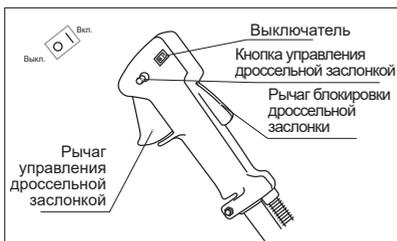

Рис. 10
5. Включите выключатель зажигания, расположенный на рукоятке управления, установив его в положение ВКЛ(I). Нажав на кнопку управления дроссельной заслонкой, нажмите на рычаг управления дроссельной заслонкой и зафиксируйте его в нажатом состоянии с помощью рычага блокировки (рис. 10).
1. Включите зажигание с помощью выключателя, расположенного на рукоятке управления (рис. 10).
2. Нажмите на кнопку включения дроссельной заслонки; нажмите на рычаг управления дроссельной заслонкой и зафиксируйте его в нажатом состоянии с помощью рычага блокировки (рис. 10).